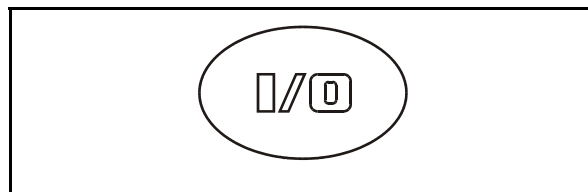

Bild 28
IN (I) / UR (O) (Bild 28). Med dessa kopplas manöverpanelen **AMATRON+** in- och ur.